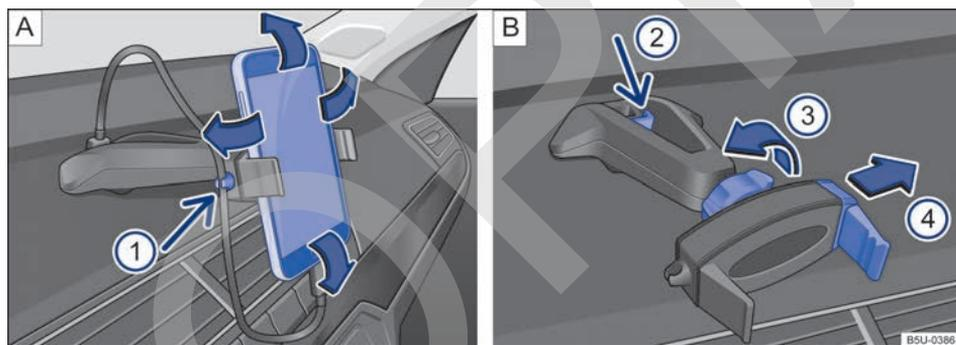

Fig. 144 En la consola central: soporte para smartphone y ajustes.
- Sujetar el soporte con una mano y presionar la tecla de desbloqueo → fig. 144 B (2) (flecha).
- Con la varilla → fig. 144 B (4) mover en la dirección de la flecha, e instalar el smartphone en el alojamiento.
- Con la otra mano mover la varilla → fig. 144 B (4) hasta que se pueda retirar el aparato del alojamiento.
- Colocar el cable USB en la entrada cargador USB del soporte existente en el panel de instrumentos → fig. 144 A 1.
- Sujetar el cable en el soporte → fig. 144 A 1.
- Para liberar el movimiento del soporte, girar la traba → fig. 144 B 3 en la dirección opuesta de la flecha.
- Para fijar la posición, girar la traba en el sentido de la flecha 3 → fig. 144 B hasta la fijación completa del soporte.
El soporte para smartphone tiene una garantía de 3 años, con excepción de la varilla deslizante (garra) → fig. 144 B 4 que tiene garantía de 1 año.